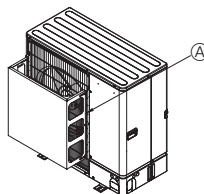
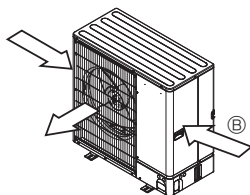

Fig. 2-5
Fig. 2-6
- ② Ak je jednotka nainštalovaná na miesto, kde môžu do výstupu vzduchu priamo vstupovať silné vetry spôsobené napr. tajfúnom, nainštalujte voľiteľný vzduchový kryt. (Fig. 2-5)
- ③ Kryt výstupu vzduchu
- ④ Smer vetra
- ⑤ Pokiaľ je to možné, jednotku umiestnite tak, aby výstup vzduchu fúkal kolmo na smer sezónneho vetra. (Fig. 2-6)